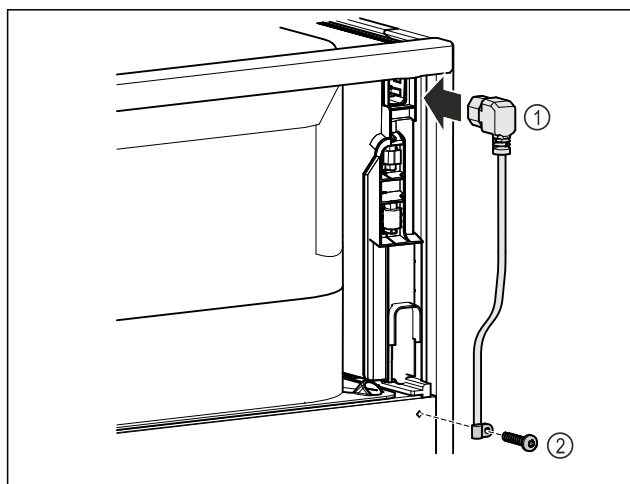

Fig. 9
- Sett inn kuldeapparatboksen til strømforsyningsledningen Fig. 9 (1) på baksiden av apparatet.
- Monter trekkavlastingen. Fig. 9 (2)